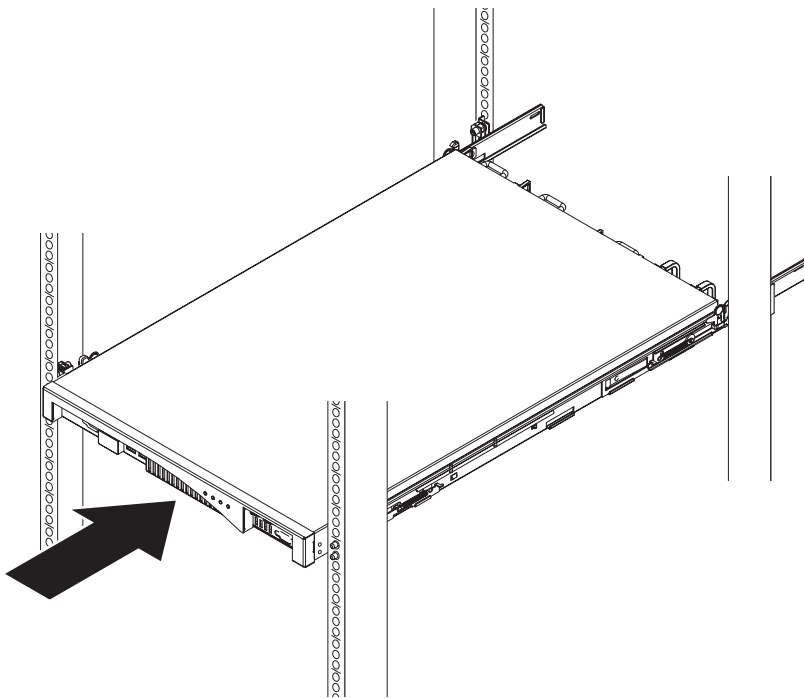

Figura 7. Al deslizar el dispositivo en el bastidor
1. Deslice el dispositivo en el bastidor. En la parte frontal del bastidor, deslice el dispositivo a los rieles de montaje, como se muestra en Figura 7 en la página 18. No deslice el dispositivo hasta que encaje en su lugar.